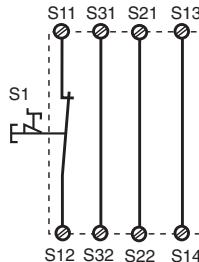
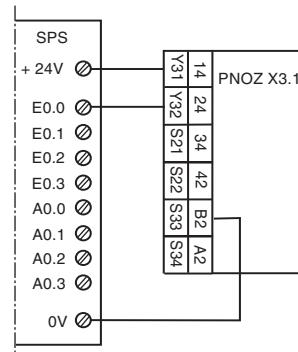

Fig. 2: Eingangskreis einkanalig, autom. Start/Single-channel input circuit, automatic reset/Commande par 1 canal, validation automatique
Fig. 10: Anschlußbeispiel für Halbleiterausgang/Connection of semiconductor output/Câblage de la sortie statique
In Fig. 2 ... Fig. 10 sind Anschlußbeispiele für NOT-AUS-Beschaltung mit automatischem und überwachtem Start, Schutztürsteuerungen sowie Kontaktvervielfachung durch externe Schütze.
- Fig. 2 und 7: **keine** Verbindung S33-S34. Das Gerät startet bei Spannungsausfall und -wiederkehr automatisch. Verhindern Sie einen unerwarteten Wiederanlauf durch externe Schaltungsmaßnahmen.
In Fig. 2 ... Fig. 10 are connection examples for Emergency Stop wiring with automatic and monitored reset. Safety gate controls as well as contact expansion via external contactors.
- Fig. 2 and 7: S33-S34 **not** connected. The device starts automatically after loss of power. You should prevent an unintended start-up by using external circuitry measures.
Les figures 2 à 10 représentent les différents câblages possibles du PNOZ X3 à savoir : poussoir AU avec réarmement automatique ou auto-controllé, interrupteurs de position et augmentation du nombre des contacts de sécurité par contacteurs externes.
- Fig. 2 et 7: **pas** de câblage sur S33-S34. L'appareil se réarme automatiquement après une coupure et une remise sous tension. Evitez tout risque de redémarrage par un câblage externe approprié.